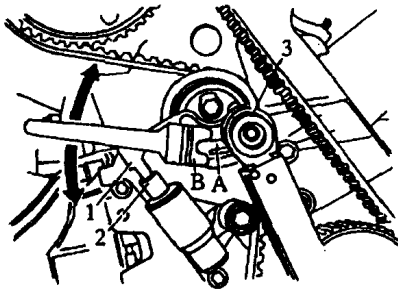
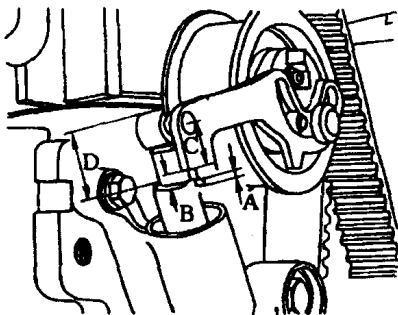

图 1-27
图 1-28
①凸轮轴正时带轮上的标记与缸盖护板或正时带护罩上的标记对齐。
②正时带套装到曲轴正时带轮上（注意旋转方向）。
③安装正时带下护罩。
④用螺栓拧紧扭转减振器及带轮。
⑤发动机处于上止点位置。
⑥用双孔螺母扳手 B 向右旋转正时带张紧器，直到柱塞 1 完全弹出，张紧器柱塞 2 提升大约 1mm （如图 1-27 所示），再用扳手将紧固螺栓 3 拧紧。
⑦将发动机按运转方向转两圈，直到凸轮轴正时带轮再对准上止点标记。
⑧检查区域 A 是否与柱塞 2 的上边缘一致，如图 1-28 所示。必要时按如下方式调整；将区域 A 调合格或 D 在 $25\sim 29\text{mm}$ 之间；区域 B 为磨损区域；重新调整区域 C。
⑨用双孔螺母扳手 B（见图 1-27 所示）固定住张紧轮后，用 $25\text{N}\cdot\text{m}$ 的拧紧力矩将紧固螺栓 3 拧紧。